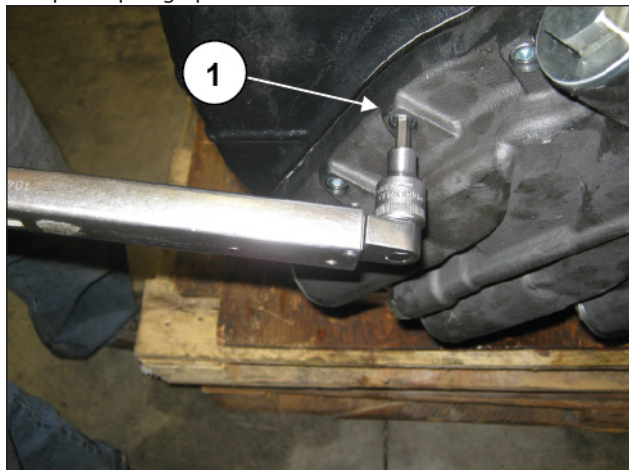

Fig. 128
Insérer le joint torique dans le logement de l'adaptateur de l'échangeur air huile (rep. ①, Fig. 128) et vérifier s'il a été positionné correctement.